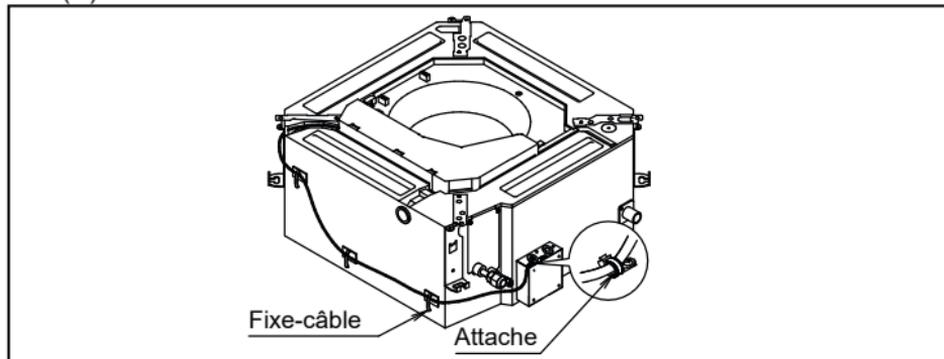

Figure 8a
- Attachez les fils en utilisant le fixe-câble (accessoires) et l'attache (accessoires) comme indiqué dans les Figures 8a, 8b, 8c et 8d.